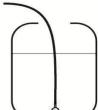

Fig.9
- Inserire il tubo in dotazione nel recipiente del brillantante e del detergente (se disponibile). (Fig.9)